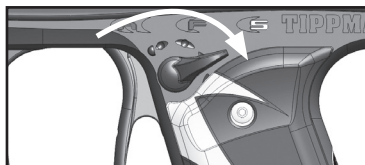

Figure 1: Sélecteur en mode sécurité
**Activer le mode Sécurité: Poussez le sélecteur pour que le trait soit aligné sur le "S" comme montré sur la Figure 1.**